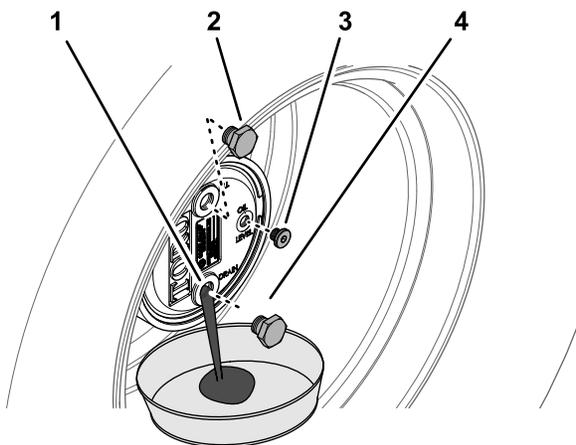

Рисунок 101
2. Снимите пробку заливного отверстия, расположенную в положении «12 часов», и пробку контрольного отверстия, расположенную в положении «3 часа» (Рисунок 101).
- Подставьте сливной поддон под ступицу планетарной передачи, снимите пробку сливного отверстия, расположенную в положении «6 часов», и дайте маслу полностью стечь (Рисунок 101).
- Установите пробку сливного отверстия в сливное отверстие корпуса планетарного редуктора (Рисунок 101).